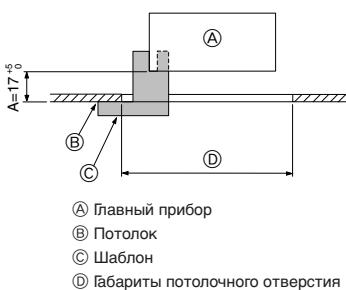

Fig. 2-6
- Убедитесь в том, что операция А выполняется в пределах 17-22 мм. Несоблюдение данного предела может привести к повреждениям. (Fig. 2-6)